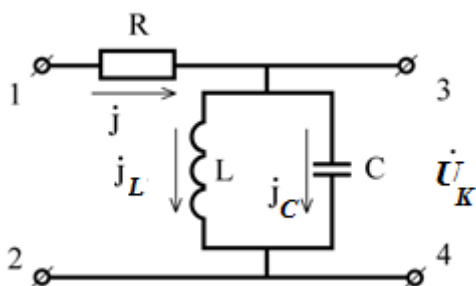

Рис.4.1
Принципиальная схема параллельного колебательного контура представлена на рис.4.1. Резистор R имеет достаточно большое сопротивление для обеспечения воздействия на контур от источника тока J .
- Для схемы рис.4.1 рассчитать постоянную времени $\tau = 1/CR$, резонансную частоту f_p , частоты на границах полосы пропускания $f_p \pm \frac{1}{2\pi\tau}$.